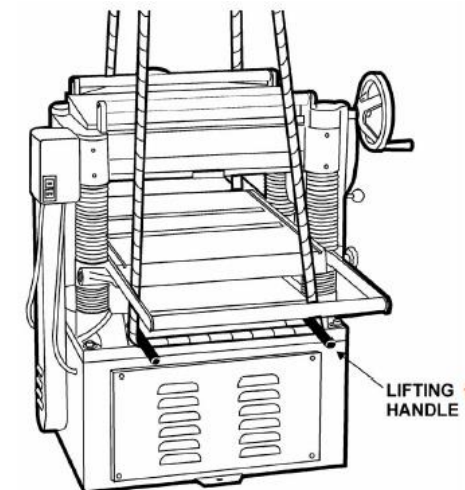

Рис. 3: 1 – рукоятки для подъема
На станке имеются четыре рукоятки для подъема (*Рис. 3*). При использовании их следует вытянуть, если они не используются – задвинуть.
1. Если для подъема станка используются чалки или вилочный погрузчик, поднимать станок следует только за рукоятки (*Рис. 3*). При подъеме станок должен быть выровненным.